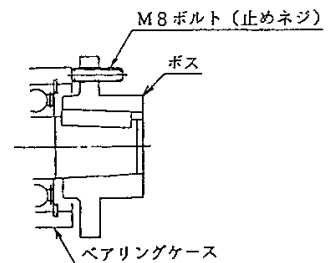

図 9-8
- ・ ボルト、あるいは六角穴付き止めネジを均等に締め込んでポスを主軸より取り外してください。(図 9-8)